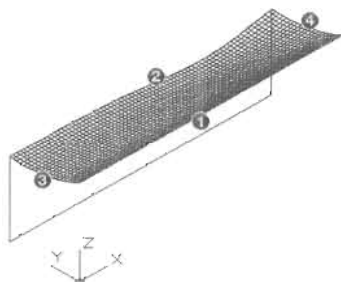

图 13-115
(9) 执行“绘图>建模>网格>边界网格”菜单命令, 绘制如图 13-115 所示的曲面, 命令执行过程如下。